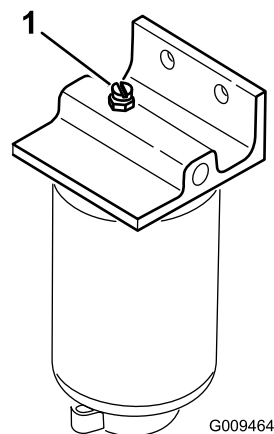

図 41
3. 燃料タンクのキャップの周囲をきれいに拭く (図 41)。